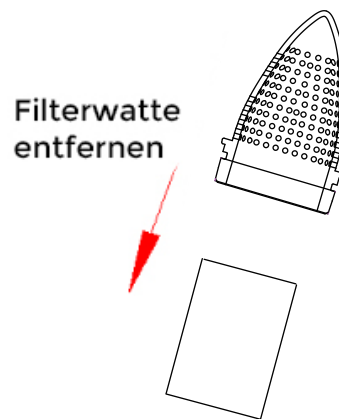

Abb.4
2. Filtervlies nach unten herausziehen (Abb. 4).